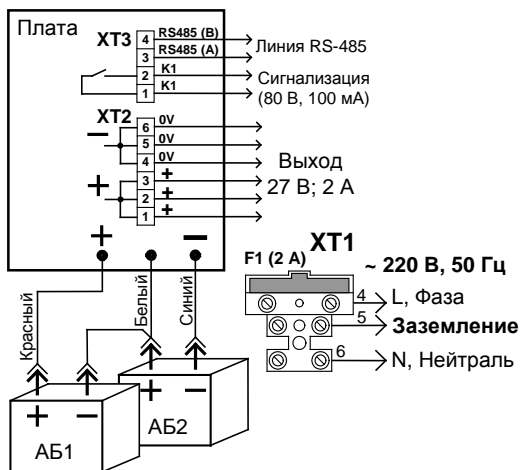

Рис. 2. Схема подключения
При подключении проводов внешнего питающего напряжения 220 В к сетевой колодке необходимо соблюдать правильность подключения «фаза», «нейтраль» и «заземление». Подключение цепей к РИП производить в соответствии с рис. 2.
2.3.1 Проверить правильность произведённого монтажа в соответствии со схемой подключения РИП-24 исп.50 (рис. 2).